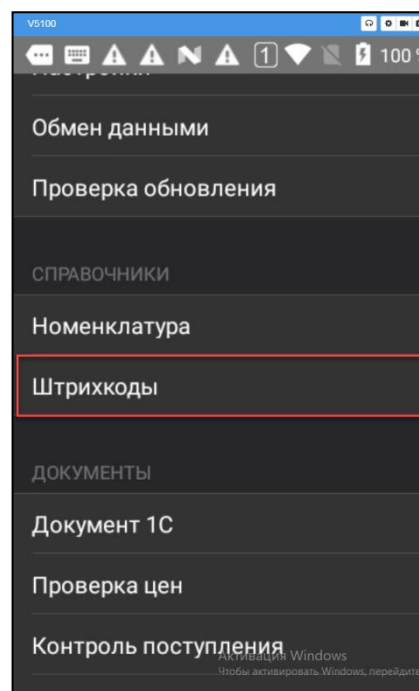

Рис. 2.12 - Раздел «Штрихкоды в меню»
- ✓ печати этикеток и ценников. Например, если зайти в раздел «Штрихкоды», можно распечатать этикетку интересующей номенклатуры (Рис. 2.12);